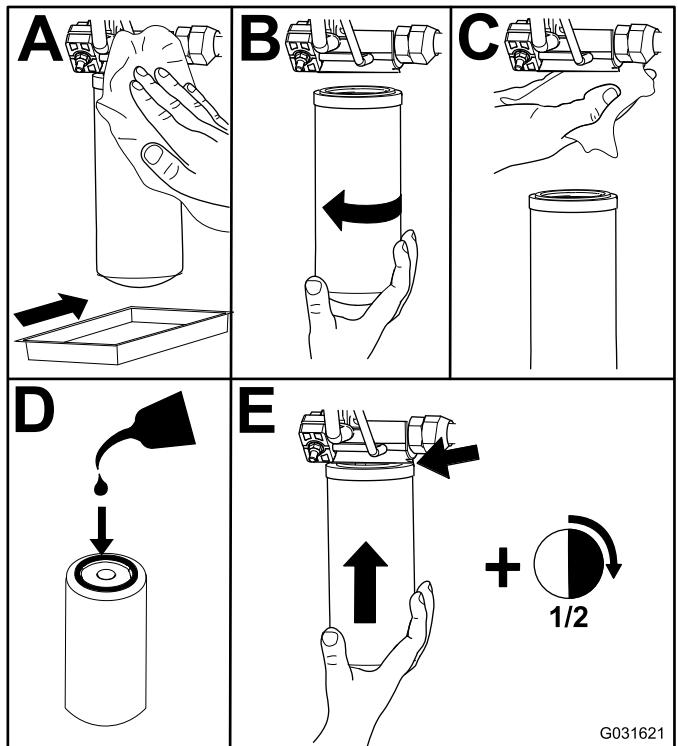

图68
2. 如图68 所示更换液压升降舱中的填充液压过滤器。
4. 更换位于机器右侧的回流过滤器 图68。